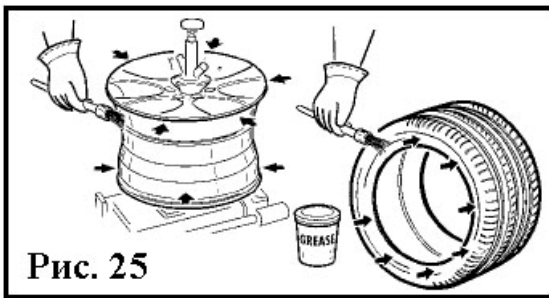

Рис. 25
- Carefully lubricate the whole inner surface of the rim and the beads of the tyre, both externally and internally right around the circumference, for a thickness of at least 30 mm. 30 mm. (Fig. 25)
- Аккуратно смажьте внутреннюю поверхность диска и борта шины как снаружи, так и внутри по всей окружности, шириной хотя бы на 30 мм (Рис. 25).